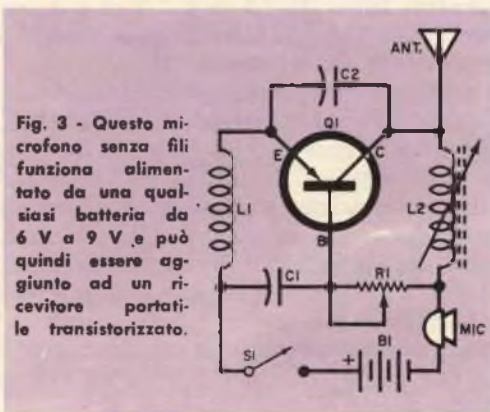
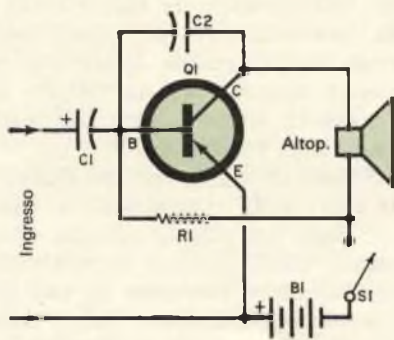

**Fig. 2** - Questo relé fotoelettrico è in grado di rilevare un fiammifero acceso distante un metro.
Fig. 4 - Circuito di un semplice amplificatore audio. Collegate ai fili di ingresso una spina che si innesterà nel jack della cuffia del ricevitore.
**Il circuito** - Entrambe le spie, quella per positivo a massa di fig. 1 e quella per negativo a massa di fig. 2, funzionano nello stesso modo. In entrambe sono usati, per for-
**Circuiti a transistori** - Non è necessario che un'apparecchiatura elettronica sia complicata per essere interessante e versatile. Quale esempio di ciò che si può fare con un solo transistor presentiamo questo mese i tre semplici circuiti illustrati nella *fig. 2*, nella *fig. 3* e nella *fig. 4*. Ciascun circuito non è critico, per quanto riguarda la disposizione e l'isolamento dei componenti, e può essere montato sia adottando il convenzionale sistema di cablaggio da punto a punto, sia utilizzando tavolette a circuito stampato.
Nella *fig. 2* presentiamo il circuito di un relé fotoelettrico che può costituire l'elemento fondamentale di un dispositivo segnalatore, allarme antifurto, interruttore ottico od altra installazione analoga controllata per mezzo della luce, a seconda del circuito esterno che si collega ai contatti del relé dello strumento.
Nel circuito di fig. 4 è illustrato un amplificatore audio. In questo circuito, progettato per fornire una maggiore potenza di uscita audio per piccoli ricevitori a transistori, un solo transistor di potenza (Q1) di tipo p-n-p con utilizzazione ad emettitore comune è impiegato come amplificatore di potenza per pilotare un normale altoparlante a magnete permanente.